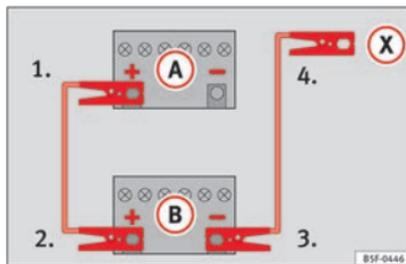

Fig. 163 Schema elettrico per i veicoli non dotati di sistema Start-Stop.
2. Collegare un'estremità del cavo di emergenza **rosso** al polo positivo **+** del veicolo con la batteria scarica **(A)** » **fig. 163**.
4. **Nei veicoli senza sistema Start-Stop:** collegare un'estremità del cavo **nero** di emergenza al polo negativo **-** del veicolo che eroga la corrente **(B)** » **fig. 163**.